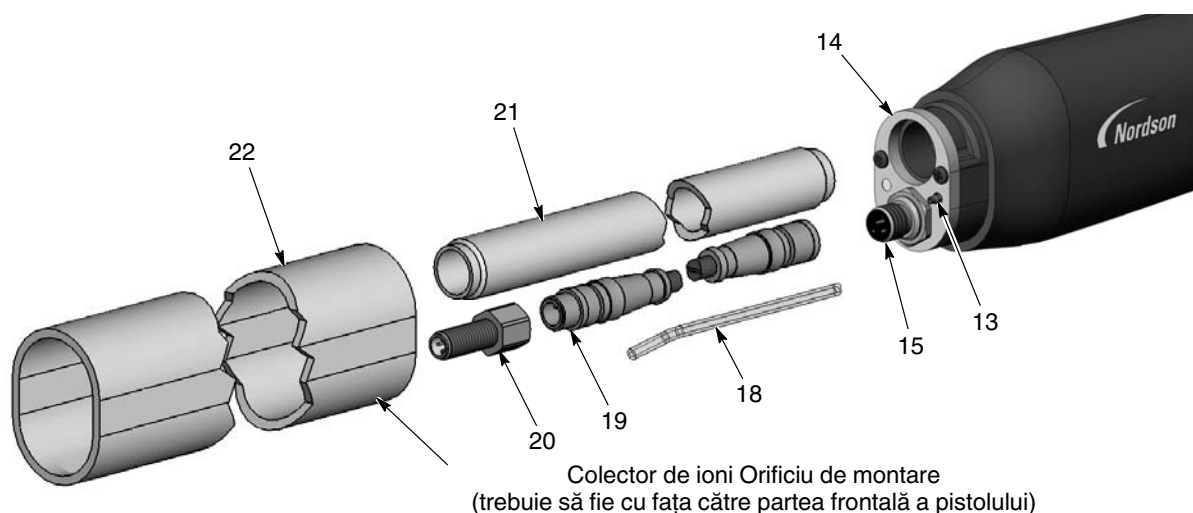
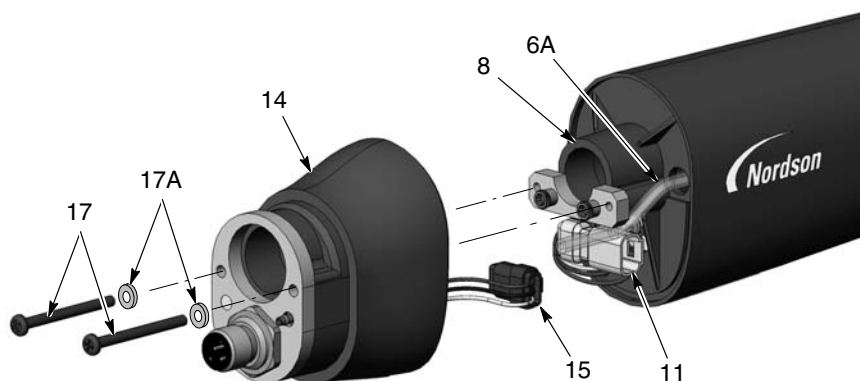
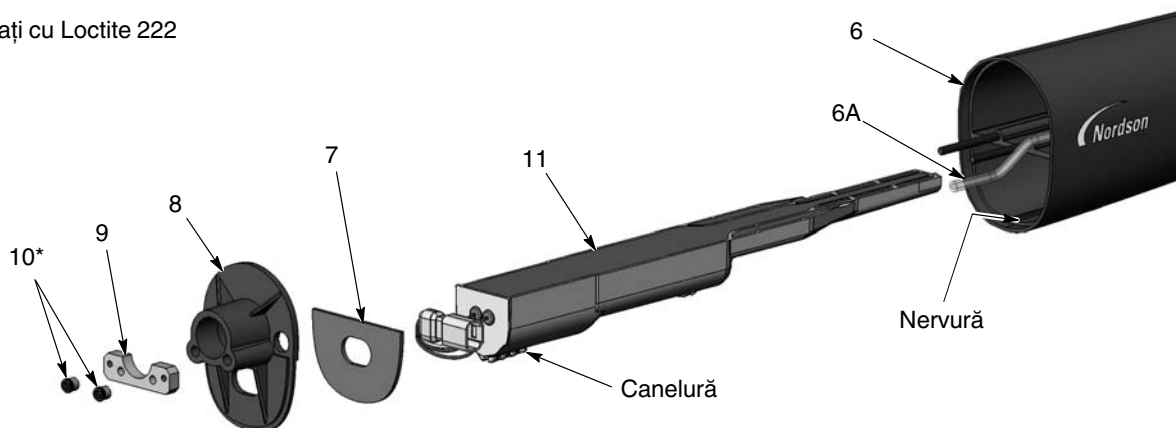

Figura 18 Dezasamblarea pistolului montat pe tub 2 din 5
Figura 19 Dezasamblarea pistolului montat pe tub 3 din 5
Figura 20 Dezasamblarea pistolului montat pe tub 4 din 5
7. Vezi Figura 18. Trageți tubul de montare (22) de pe ansamblul corpului spate (14) și peste tubul de prindere (21).
9. Deconectați cablul prelungitor (19) de la fasciculul de cabluri al prizei (15).
10. Deconectați tubulatura transparentă pentru aer de 4 mm (18) de la racordul striat (13).
11. Dacă înlocuiți cablul prelungitor, demontați priza cablului (20). În caz contra, le puteți lăsa conectate.
12. Vezi Figura 19. Demontați cele două șuruburi cu cap tubular (17) și șaibe de blocare (17A) de la corpul pistolului spate (14).
13. Trageți cu grijă corpul posterior al pistolului pentru a îl îndepărta suficient de peretele despărțitor (8) pentru a deconecta fasciculul de cabluri de alimentare electrică (11) de la fasciculul de cabluri al prizei (15) și tubulatura ansamblului filtrului (6A) de la racordul striat din interiorul corpului posterior.
14. Vezi Figura 20. Cu o cheie hexagonală de 1/8-in. desfaceți cele două piulițe Allen (10) și placa de înșurubare (9) de la peretele despărțitor (8). Apoi demontați peretele despărțitor de la corpul pistolului (6), introducând fasciculul de cabluri pentru alimentarea cu electricitate prin peretele despărțitor.
1. Vezi Figura 20. Montați sursa de alimentare cu electricitate (11) în corpul pistolului (6), asigurându-vă că nervura corpului pistolului se potrivește în canelurile sursei de alimentare cu electricitate. Așezați ferm sursa de alimentare cu electricitate în corpul pistolului.
2. Introduceți fasciculul de cabluri pentru alimentare cu electricitate prin peretele despărțitor (8), apoi montați peretele despărțitor și placa de înșurubare (9) peste prezoanele corpului pistolului. Aplicați adeziv threadlock Loctite 222 pe piulițele Allen (10) și înfiletați-le pe prezoane. Strângeți piulițele la 0,45 N•m (64 inch-ounce) cu o cheie hexagonală de 1/8-in.
3. Vezi Figura 19. Conectați fasciculul de cabluri al prizei (15) la fasciculul de cabluri al sursei de alimentare cu electricitate (11). Plița conectorii fasciculului de cabluri (11, 15) în ansamblul corpului spate în pozițiile prezentate.
4. Conectați tubulatura ansamblului filtrului (6A) la racordul striat din interiorul corpului spate. Introduceți tubulatura transparentă pentru aer suplimentară în corpul pistolului, apoi montați corpul spate pe peretele despărțitor cu ajutorul șuruburilor (17) și al șaibelor de blocare (17A).
5. Vezi Figura 18. Înșurubați tubul de prindere (21) în corpul spate (14).
6. Conectați cablul prelungitor (19) la fasciculul de cabluri al prizei din ansamblul corpului spate.
7. Conectați tubulatura transparentă de 4 mm (18) la racordul striat din ansamblul corpului spate.
8. Orientați tubul de montare (22) cu orificiul colectorului de ioni orientat către partea din față a pistolului.